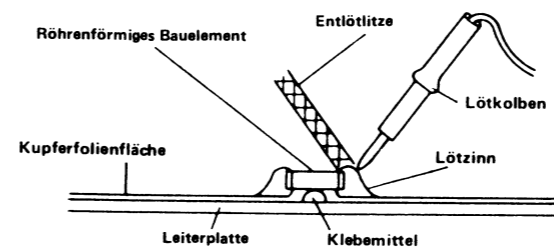

Abbildung 22-1
- Mit einem Lötkolben die Lötstellen der einzelnen Anschlüsse des Bauelements erhitzen, so daß es von der Entlötlitze, die dagegehalten wird, aufgenommen werden kann. Siehe Abbildung 22-1.